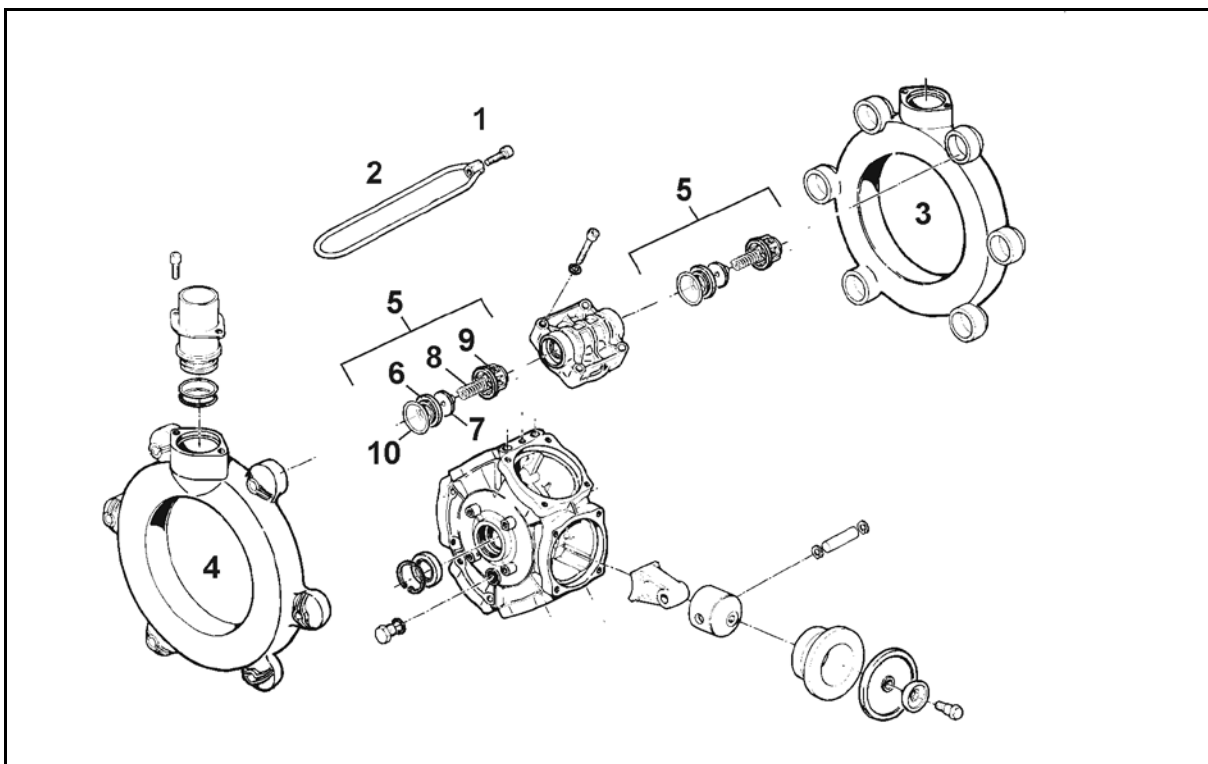

Рис. 173
- Проверьте поршневую мембрану (Рис. 173/8) на безупречное состояние путем демонтажа минимум один раз в год.
- Обратите внимание на монтажное положение клапанов на стороне всасывания и нагнетания, прежде чем вынуть клапанные группы (Рис. 173/5).
- Всегда обязательно заменяйте все поршневые мембраны (Рис. 173/8), даже если только одна мембрана разбухла, сломалась или приобрела пористую структуру.
2. Ослабьте винты (Рис. 173/1) и удалите скобы (Рис. 173/2).
3. Удалите каналы всасывания и нагнетания (Рис. 173/3, Рис. 173/4), включая клапанные группы (Рис. 173/5).
4. После удаления болтов (Рис. 173/6) снимите головку цилиндра (Рис. 173/7).
5. Проверьте поршневую мембрану (Рис. 173/8).
- Закрепляйте поршневые мембраны (Рис. 173/8) такого типа с помощью стопорной шайбы и болта (Рис. 173/11) на поршне (Рис. 173/9), так чтобы край был направлен в сторону головки цилиндра (Рис. 173/7).
- Гайки (Рис. 173/1,2) обязательно затягивать в перекрёстном порядке с соблюдением указанного момента затяжки. Неквалифицированное затягивание винтов ведет к перетяжке и, следовательно, к негерметичности.
1. Выверните болты (Рис. 173/11) и снимите поршневую мембрану (Рис. 173/8) в сборе со стопорной шайбой с поршня (Рис. 173/9).
3. Выньте цилиндр (Рис. 173/10) из корпуса насоса.
6. Вставьте цилиндр (Рис. 173/10) обратно в корпус насоса.
7. Вставьте поршневую мембрану (Рис. 173/8).
8. Прифланцуйте головку цилиндра (Рис. 173/7) к корпусу насоса и равномерно затяните болты (Рис. 173/6) крест-накрест.
9. Проверьте, очистите и установите клапанные группы (Рис. 173/5) на место.
11. Прифланцуйте всасывающий (Рис. 173/3) и нагнетательный (Рис. 173/4) каналы к корпусу насоса.
12. Затяните гайки (Рис. 173/1,2) в перекрёстном порядке с моментом затяжки **11 Нм**.